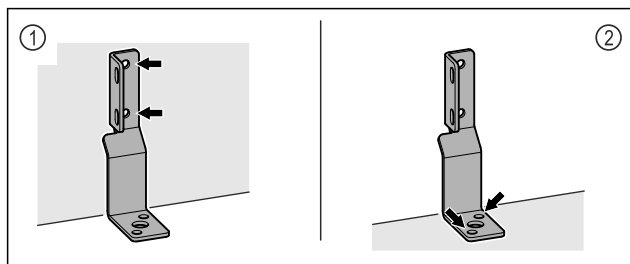

Fig. 45
- Rögzítse a szögacélt a falra Fig. 45 (1) vagy a padlóhoz Fig. 45 (2).